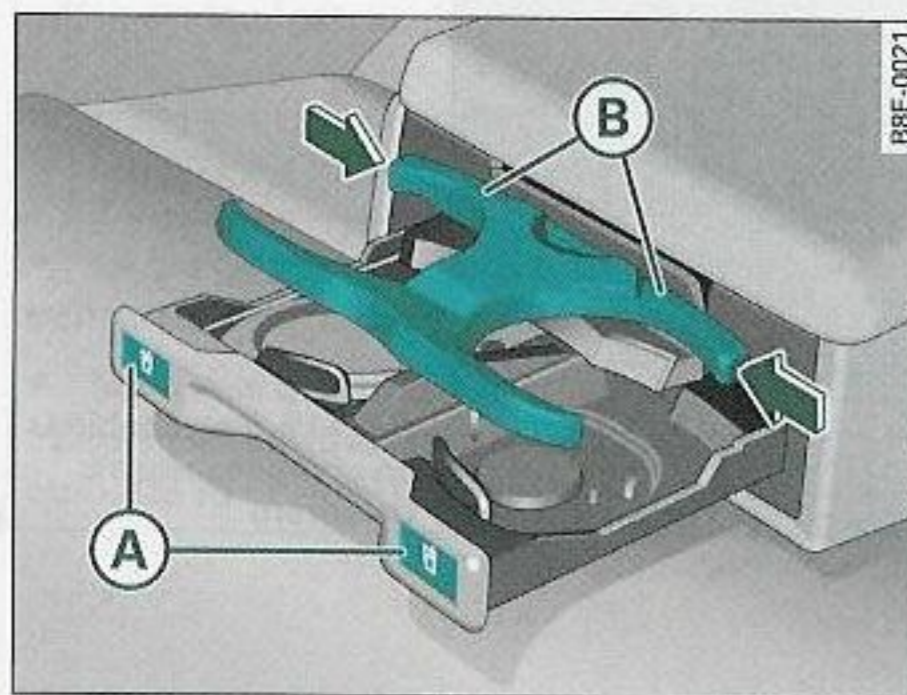

Fig. 113 Portabebidas en el reposabrazos trasero
- Pulse sobre el símbolo  (A) ⇒ fig. 113.